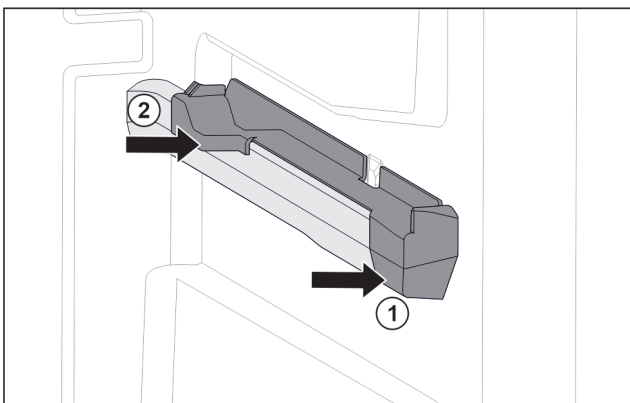

Fig. 148 Наставка върху дясното ребро на съда
- ▶ Поставете наставката отпред към реброто на съда. Fig. 148 (1)
- ▶ Притиснете наставката отзад. Fig. 148 (2)